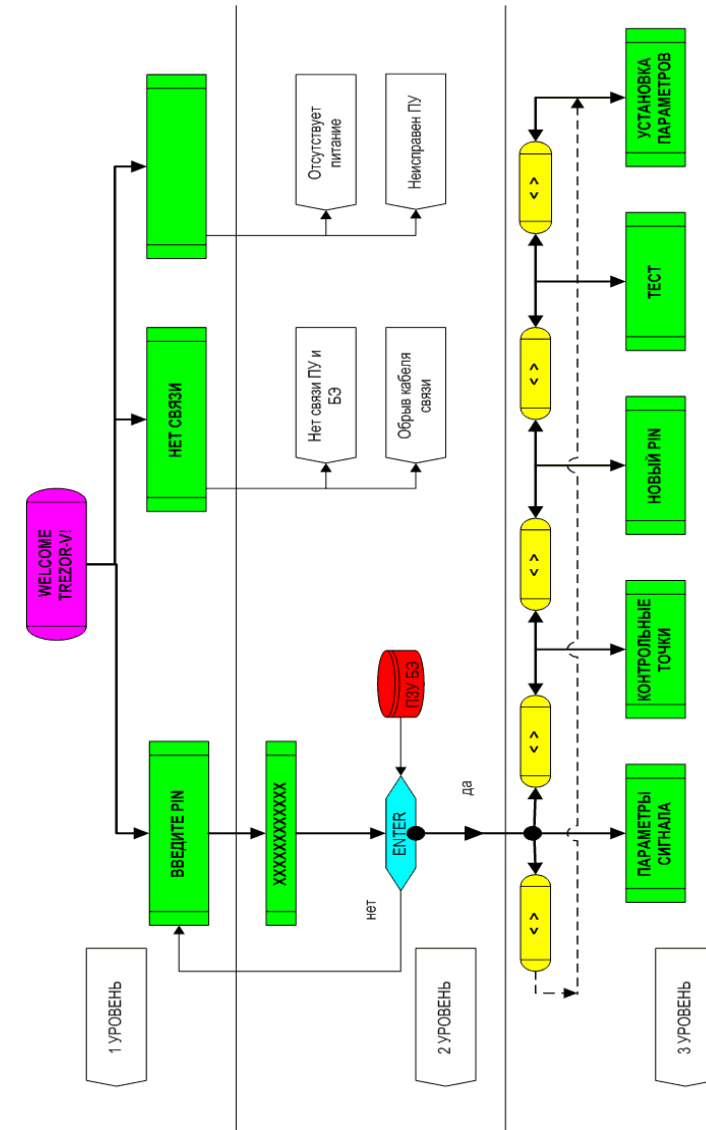
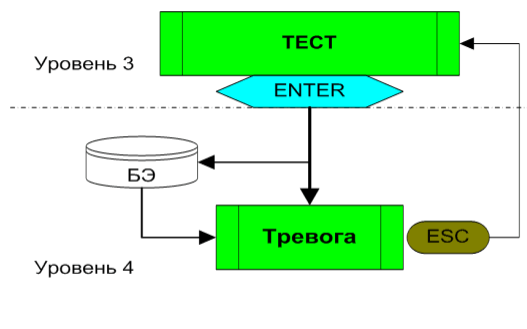

Рис. 3.1. Структурная схема верхних уровней системного меню ПУ
Рис. 3.5. Структурная схема раздела «ТЕСТ» системного меню ПУ
- 3.2.2.2. На экране ЖК-индикатора ПУ появляются иконки многоуровневого системного меню, при помощи которого осуществляется управление параметрами БЭ. Структурная схема верхних (1...3) уровней системного меню ПУ приведена на рис. 3.1.
3 уровень: На этом, основном уровне системного меню пользователь остается, двигаясь от раздела к разделу меню (по кругу) с помощью клавиши «→» (слева направо, рис. 3.1.), или с помощью клавиши «←» (справа налево, рис. 3.1.). Переход с 3-го на нижний 4-й уровень (в разделе) осуществляется нажатием клавиши «ENTER».
На рис. 3.5. изображена структурная схема раздела «ТЕСТ».
3.2.3.1. После того, как произведен первичный контроль работоспособности изделия согласно п. 3.2.1., необходима более тщательная его проверка с помощью ПУ перед процедурой настройки. Для этого необходимо подсоединить ПУ к БЭ, дождаться надписи **«ВВЕДИТЕ PIN»** на ЖК-индикаторе, ввести корректный PIN-код и выйти на основной 3-й уровень системного меню (рис. 3.1.). С помощью клавиши «→» осуществить переход в раздел **«ТЕСТ»** (рис. 3.5.), нажать клавишу «ENTER» и убедиться в свечении (1...5 с) красного светодиода «Тревога» на плате БЭ, а также появлении надписи **«Тревога»** на ЖК-индикаторе.